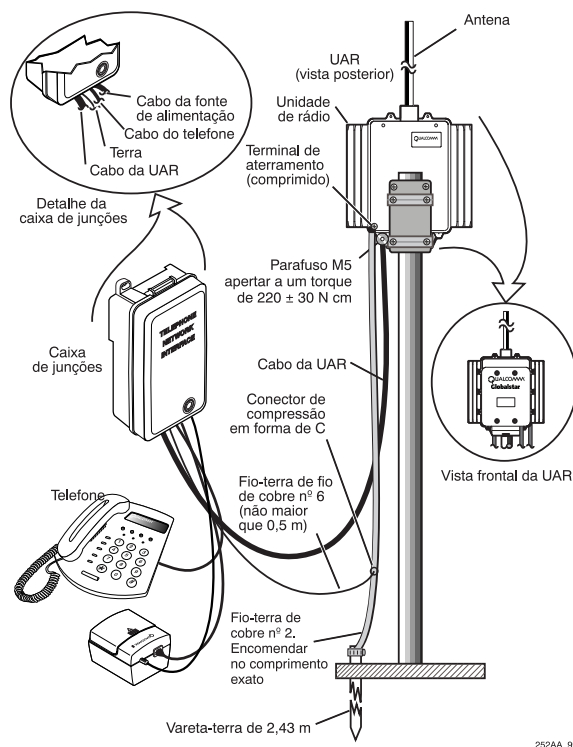
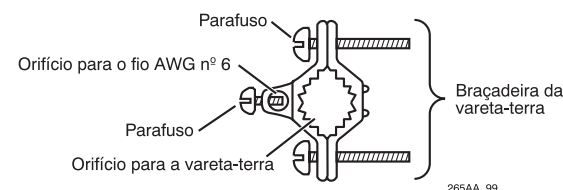
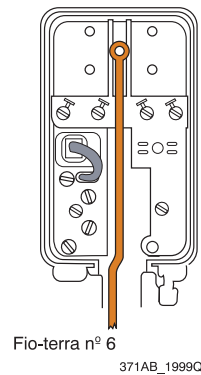
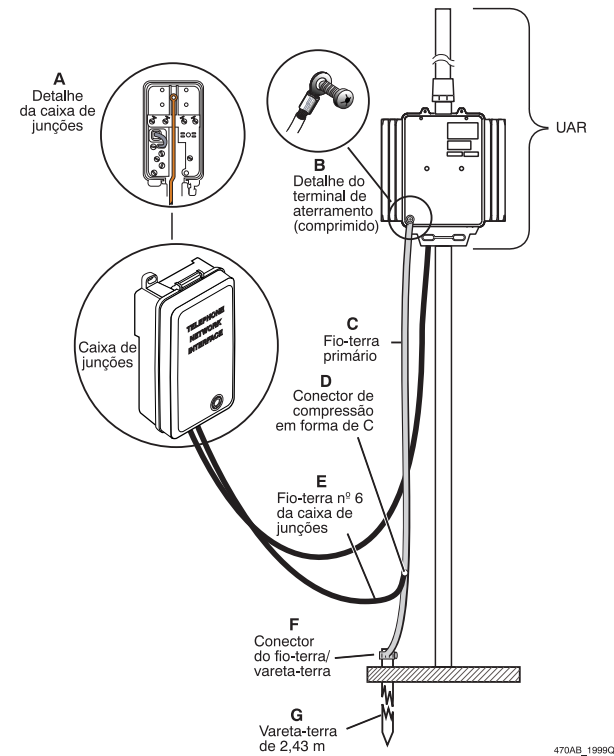

Figura 15. Ligue o cabo-terra primário à UAR
Figura 16. Conector do fio-terra/vareta-terra
Figura 17. Aterramento da caixa de junções
Figura 18. Como fazer o aterramento dos elementos
Se a UAR estiver montada em um cano metálico cuja extremidade inferior esteja enterrada profundamente no solo, ligue o cabo-terra primário diretamente da UAR ao cano. (Consulte a Figura 15 para ver os detalhes).
1. Prenda o cabo-terra primário ao terminal de aterramento da UAR conforme mostrado na Figura 15. (O terminal de aterramento é ilustrado como B na Figura 18).
2. Prenda o cabo-terra primário à vareta-terra utilizando a braçadeira mostrada na Figura 16. (A braçadeira é ilustrada como F na Figura 18). Aperte os parafusos grandes até que a braçadeira esteja presa seguramente à vareta-terra de 2,4 a 3 m.
3. Conecte o fio-terra nº 6 ao terminal-terra da caixa de junções, mostrado na Figura 17. O cabo da vareta-terra deve ter um comprimento máximo de 0,5 m entre o terminal-terra da caixa de junções e o ponto de conexão do cabo-terra primário. (O ponto de conexão é ilustrado como D na Figura 18.)
4. Conecte a extremidade solta do fio-terra nº 6 ao cabo-terra primário. Para fazer isso, use um conector de compressão em forma de C e uma ferramenta de compressão para prender o cabo-terra primário ao fio-terra nº 6. O comprimento do cabo-terra primário da conexão de compressão em forma de C do fio-terra nº 6 à vareta-terra (entre os pontos D e F na Figura 18 não deve exceder 3 metros)
Para a grande maioria das instalações, a QUALCOMM recomenda utilizar um cabo de aterramento de cobre AWG nº 6 para o cabo-terra da UAR e para o fio-terra prendendo o parafuso de aterramento da caixa de junções ao cabo-terra primário da UAR (consulte a Figura 17 na página 23). Recomenda-se utilizar um conector de compressão em forma de C para unir o fio-terra da caixa de junções ao cabo-terra primário da UAR. O fio-terra da caixa de junções deve ser o mais curto possível.